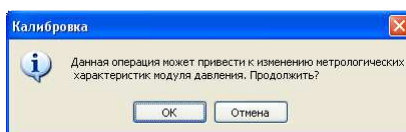
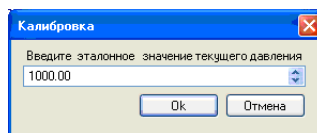

Рисунок 4.65 – Запрос на изменение калибровочной информации
Рисунок 4.66 – Ввод эталонного значения давления
- после установления показаний на модуле давления нажать кнопку «Калибровать», ответив на запрос утвердительно (см.Рисунок 4.65), в программу следует ввести воспроизведенное на эталоне значение давления (см.Рисунок 4.66).